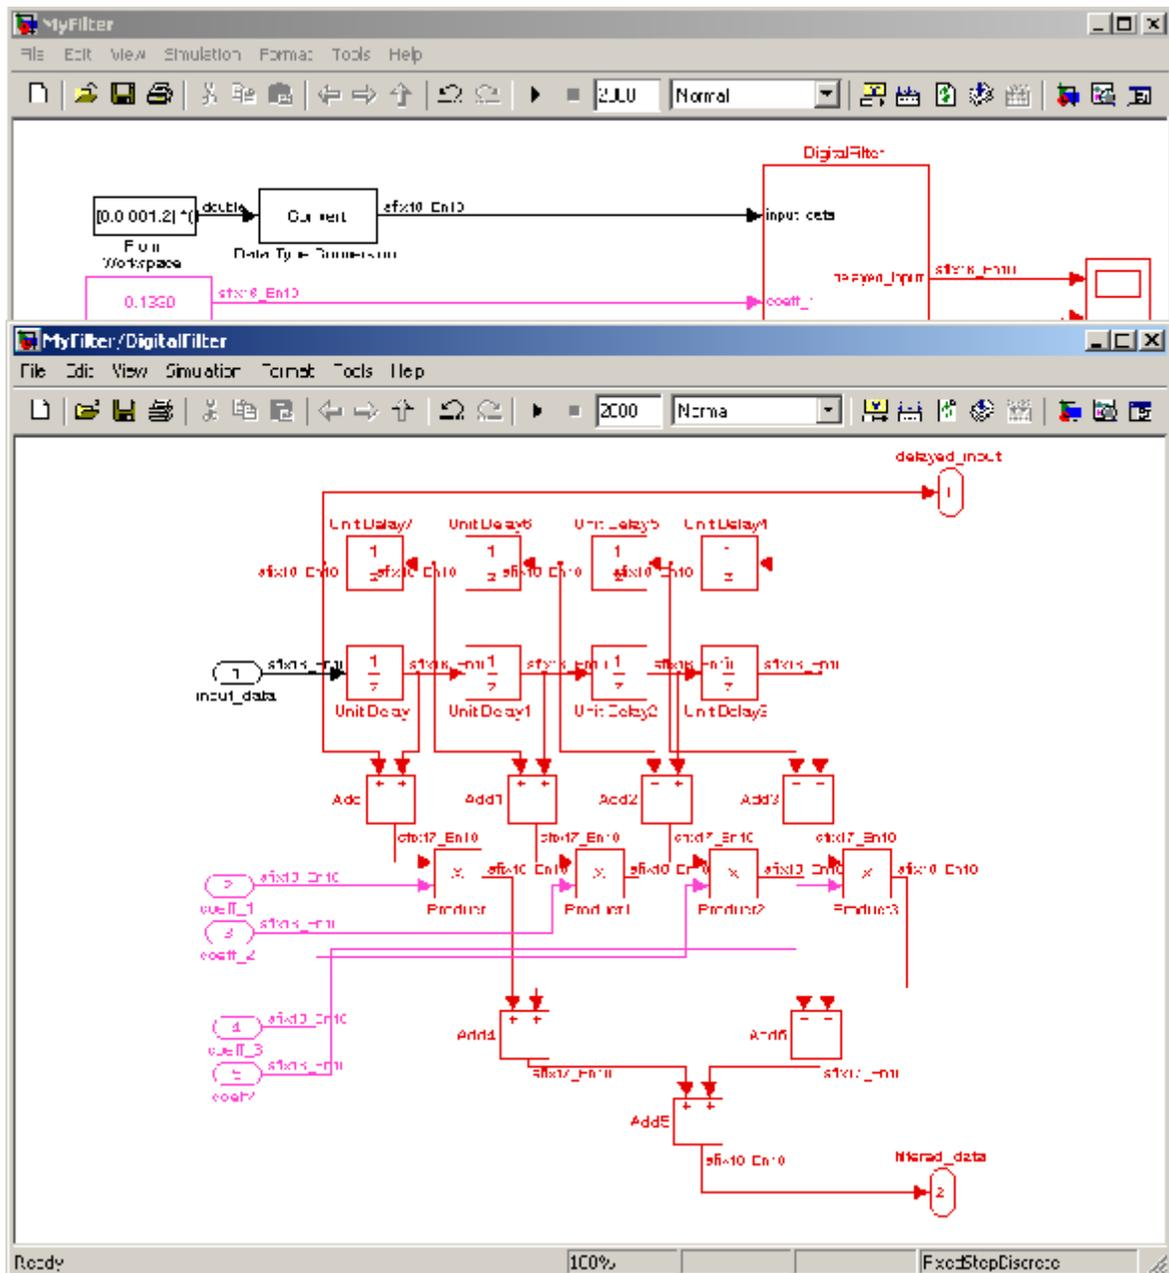

Рисунок 11 – Поменяйте имена входных и выходных портов подсистемы для повышения читаемости диаграммы модели
3. Поменяйте названия портов подсистемы Digital Filter так, чтобы модель выглядела как на рис. 11.